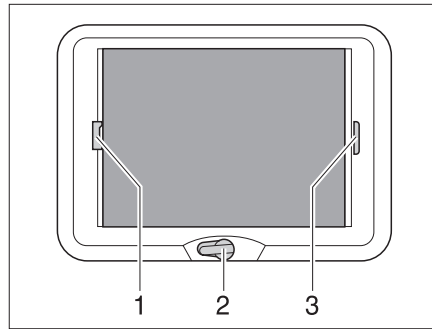

Fig. 51 Oblò a manovella
- Ruotare la manovella (Fig. 51,2) fino a quando non si incontra resistenza (angolo di apertura max. 70°).
- Tirare la tendina oscurante pieghevole per la maniglia (Fig. 51,3) e rilasciarla alla posizione desiderata. La tendina oscurante pieghevole rimane in questa posizione.
- Tirare la protezione contro gli insetti per la maniglia (Fig. 51,1) verso la maniglia contrapposta della tendina oscurante pieghevole (Fig. 51,3) e farla innestare.
- Tirare la maniglia della protezione contro gli insetti (Fig. 51,1) dietro, verso l'alto, e sganciare la protezione contro gli insetti dalla tendina oscurante pieghevole (Fig. 51,3).